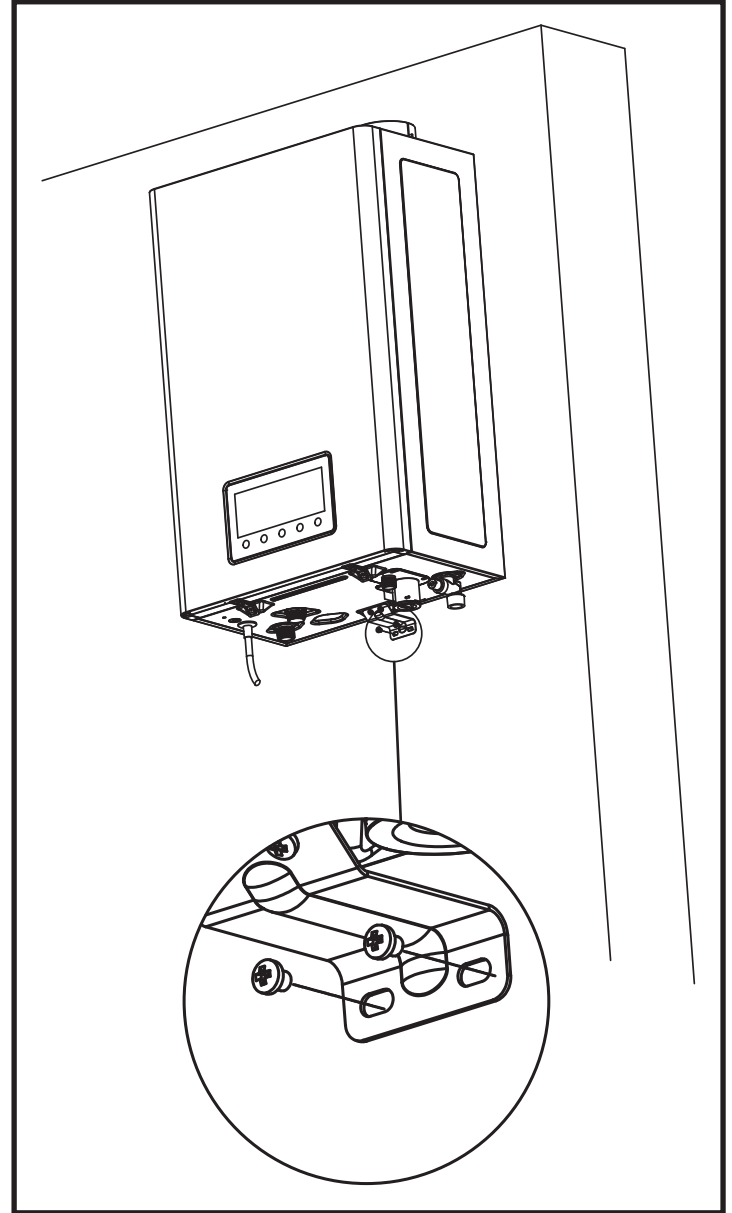

Fig. 6.5
4. Fixez le support inférieur, installé sur le chauffe-eau à l'étape précédente, au mur à l'aide de vis. **(Voir la fig. 6.5)**